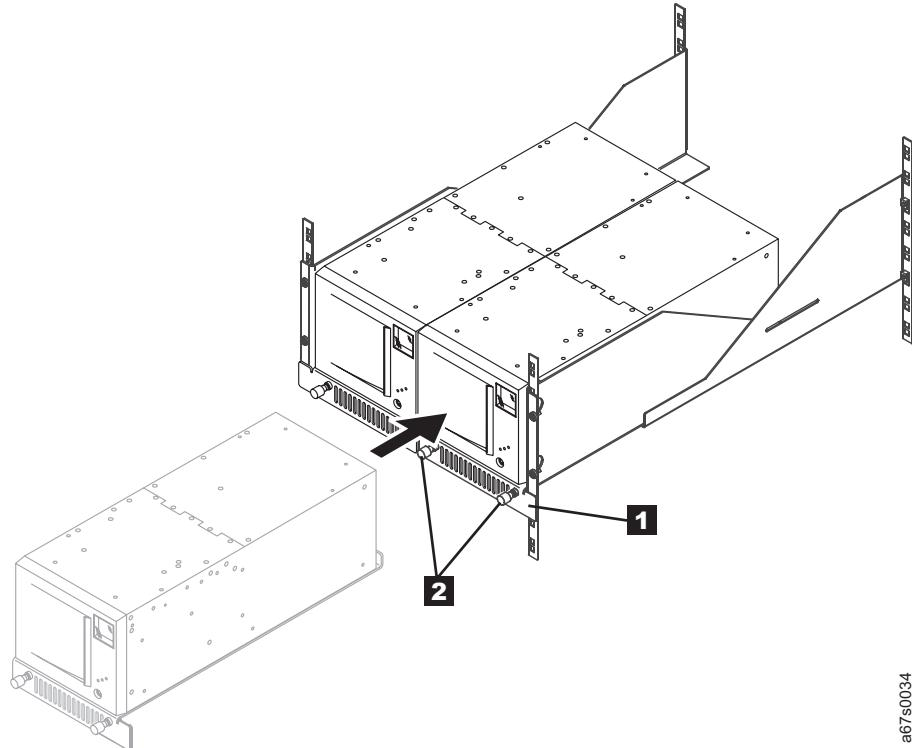

Abbildung 41. Zweiten Bandkassetten-Autoloader IBM 3581 in Gehäuseeinbaufach einbauen
4. Schieben Sie den rechten Schlitten (siehe **1** in Abb. 41) in das Gehäuseeinbaufach.